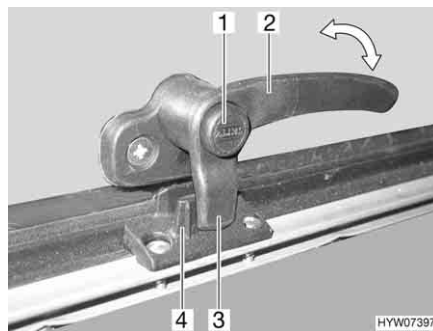
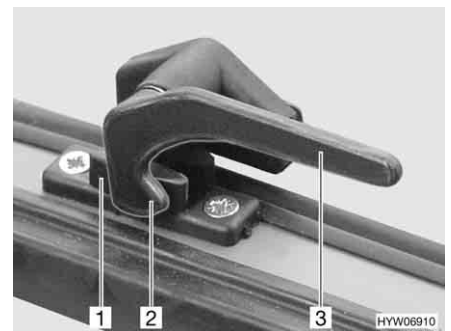

Bild 73 Låsarm med låsknapp i läget "stängd"
Bild 74 Låsarm i läget "stängd"
- Tryck på låsknappen (Bild 73,1) om sådan finns och håll den nedtryckt.
- Vrid alla låsarmer (Bild 73,2 eller Bild 74,3) ett kvarts varv mot luckans mitt.
- Vrid alla låsarmar (Bild 73,2 eller Bild 74,3) ett kvarts varv mot ramen. Låsspaken (Bild 73,3 eller Bild 74,2) sitter på insidan av lucklåset (Bild 73,4 eller Bild 74,1).
- I läget "helt stängt" (Bild 73 och Bild 74)